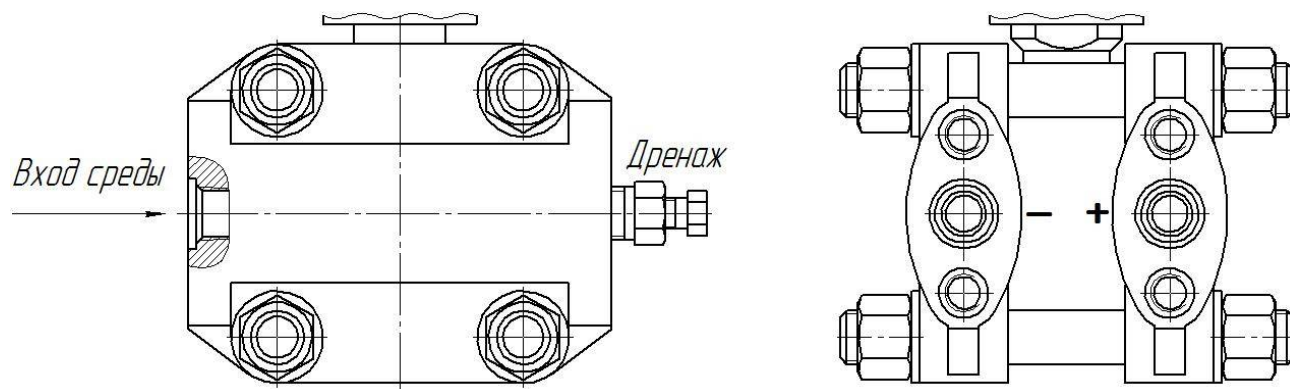

Рисунок 6 – Места подвода давлений датчиков ДД
1.6.4 Места подвода большего и меньшего давлений у датчиков разности давлений маркированы знаками «+» справа и «-» слева (см. рис. 6). Знак «+» соответствует месту подвода измеряемого давления или большего из измеряемых давлений, а знак «-» соответствует камере, сообщаемой со